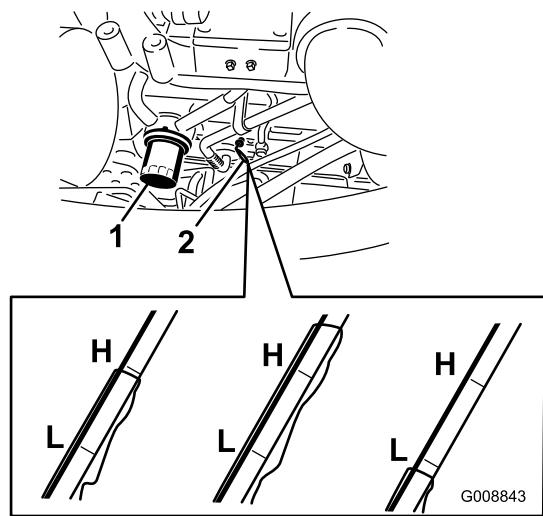

図 59
2. ディップスティック（図 59）を抜き取り、付いているオイルをウェスで拭き、もう一度一杯に差し込んで抜きとる。FULL マークまであればよい。
2. オイルフィルタ (図 59) を外す。新しい